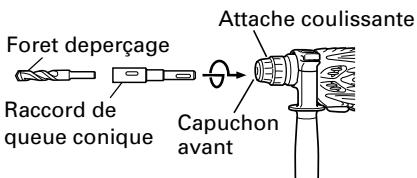
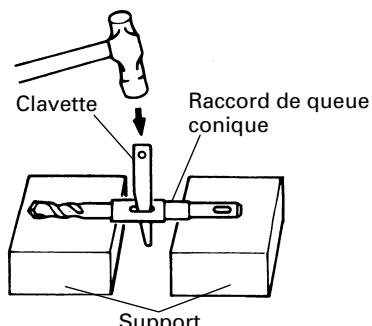

Fig. 16
Fig. 17
- (1) Monter le raccord de queue conique sur le marteau rotatif à percussion. (Fig. 16)
- (2) Fixer la mèche (queue conique) sur le raccord de queue conique. (Fig. 16)
- (3) Mettre l'interrupteur sur la position de marche (ON) et percer un trou de la profondeur voulue.
- (4) Pour retirer la mèche (queue conique), introduire la clavette dans la fente du raccord de queue conique et frapper la tête de la clavette avec un marteau alors que la perceuse est placée sur le support. (Fig. 17)